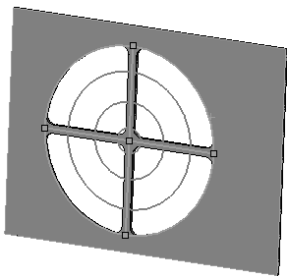

图 10-64 选择筋草图
4) 在“筋”下拉列表框中选择通风口草图中的两个互相垂直的直线作为筋轮廓, 在“筋宽度”文本框中输入数值“5”, 如图 10-64 所示。